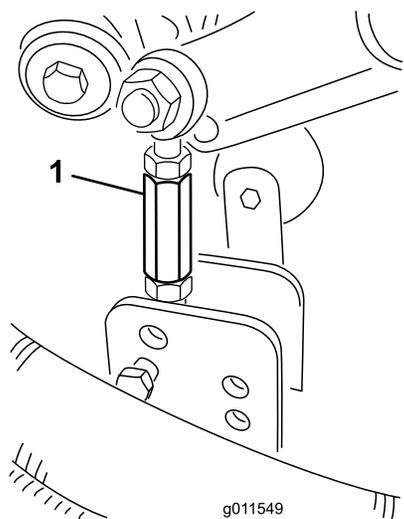

Рисунок 23
10. Расшплинтуйте и снимите штифты с отверстиями, которые крепят тяги демпферов к кронштейнам режущих блоков (Рисунок 23).